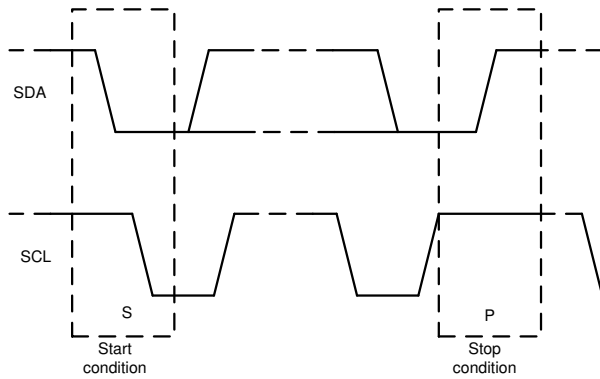

图 7-19. 启动和停止条件
1. 控制器通过产生启动条件来启动数据传输。启动条件是当 SCL 为高电平时在 SDA 线上发生从高到低的转换, 如图 7-19 所示。所有与 I2C 兼容的器件都会识别启动条件。
4. 为了用信号指示数据传输结束，控制器通过在 SCL 线处于高电平期间将 SDA 线从高电平拉低来产生停止条件，如图 7-19 所示。此操作将释放总线并停止与寻址的目标器件之间的通信链路。所有与 I2C 兼容的器件都会识别停止条件。在收到停止条件后，将释放总线，然后所有目标器件等待启动条件，接着是匹配的地址。